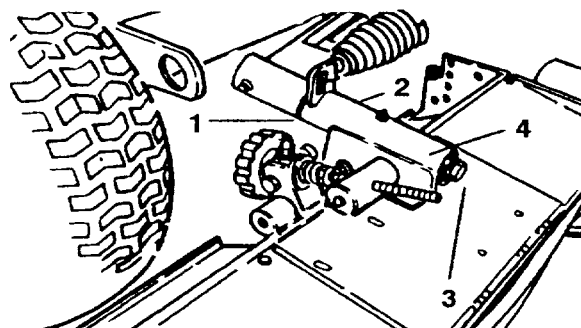

Figure 45
1. Enfiler une rondelle de butée sur l'axe d'articulation des bras de relevage (Fig. 45).